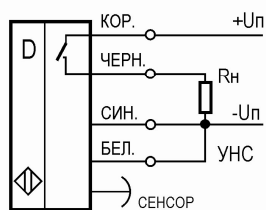

Рис.3.3
- Если датчик настраивался при условиях, когда метка светлее фона, то при перемещении светового пятна с фона на метку, контакт между коричневым и чёрным выводами изменит своё состояние из разомкнутого в замкнутое (смотри рис.3.3; 3.4).